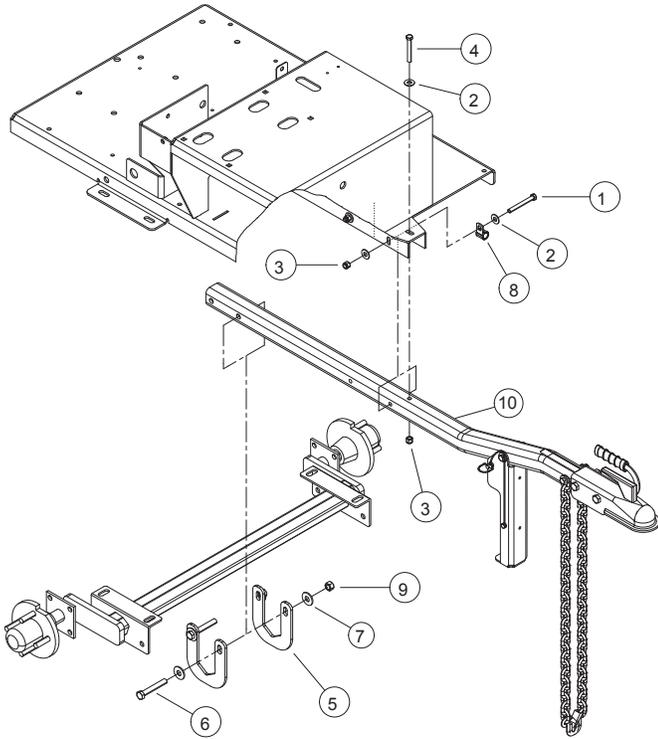

Figura 2.1, El enganche se cumple Modelo no-CE
1. En primer lugar, fije la barra de enganche (10) al canal del enganche de la parte inferior del remolque con dos pernos de 3/8 pulg. (10 mm) x 3 1/4 pulg. (82.55 mm) (1), arandelas (2) y tuercas con cubierta de nylon(3), y uno pernos de 3/8 pulg. (10 mm) x 3 pulg. (76 mm) (4) dos arandelas (2) y tuercas con cubierta de nylon (3) (Figura 2.1).
2. **NOTA:** Se utilizará tres abrazadera con revestimiento (8) para montar y encaminar el arnés de cableado (Figura 2.1 y 2.3). Coloque el arnés de cableado antes de fijar la abrazaderas en su lugar sobre el pernos. Vea la figura 2.1 y 2.3 para ubicar la abrazaderas y los detalles de montaje.
3. A continuación, coloque las dos placas de enganche (5) sobre el eje y fijelas a la barra de enganche con dos pernos de 1/2 (13 mm) x 3 1/4 pulg. (83 mm) (6), cuatro arandelas (7) y tuercas de centrado(9) como se ilustra en la Figura 2.1.